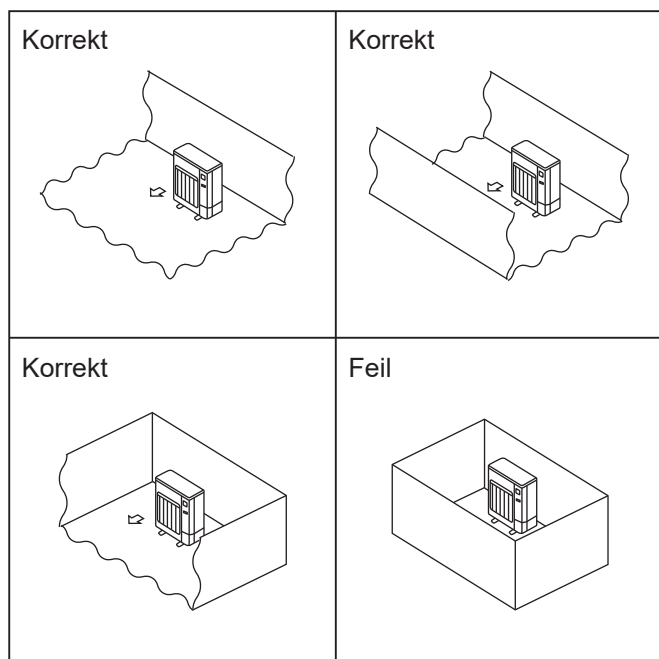

Fig. 2-2
- ⊙ Monter utendørsenheter på et sted der minst én av fire sider er åpne, og i et tilstrekkelig stort område uten fordypninger. (Fig. 2-2)